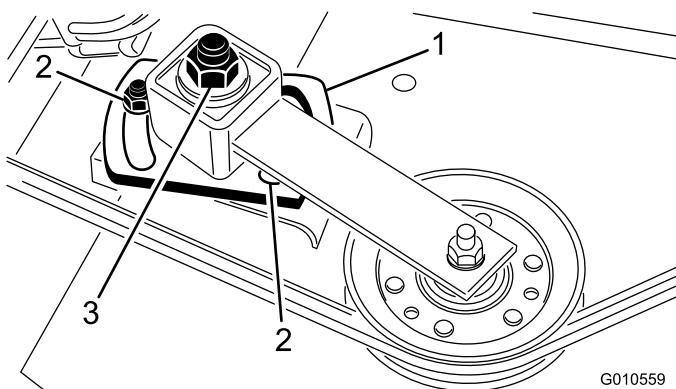

**Figura 27**
2. Retire las 2 pernos, las contratuerzas y los muelles que sujetan los soportes del deflector a los soportes de pivote (Figura 27).
3. Para retirar los soportes de pivote, retire los pernos de cuello cuadrado y las tuercas (Figura 27).